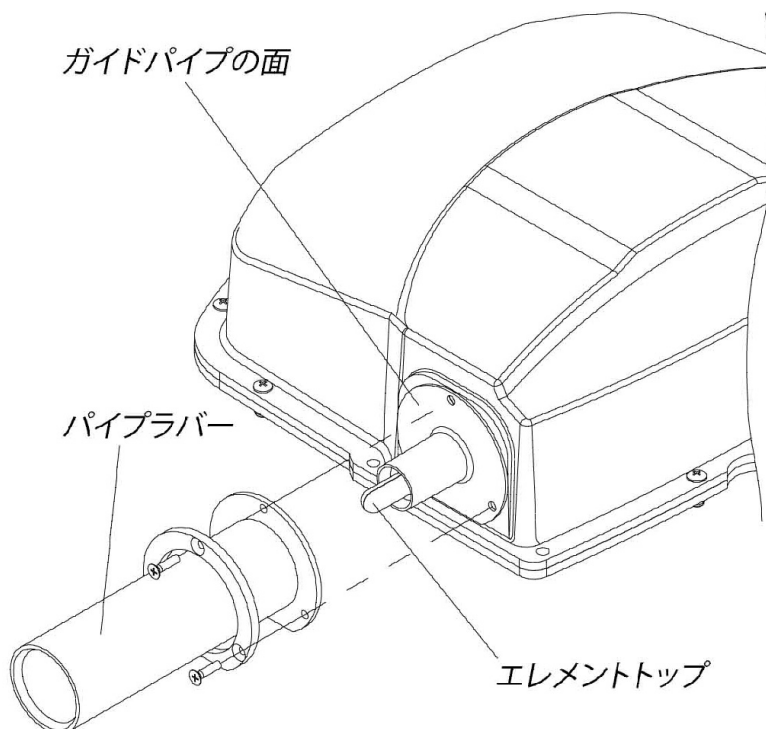
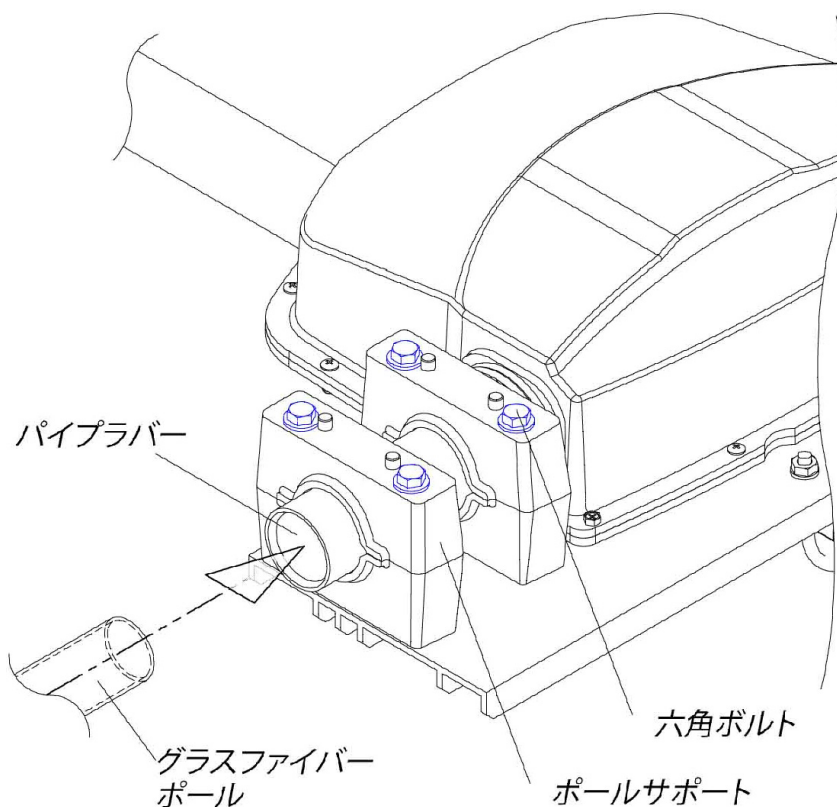

図 29
図30
〔図29参照〕
〔図29、図30参照〕
- ・ 図29を参照してガイドパイプの面を確認してください。